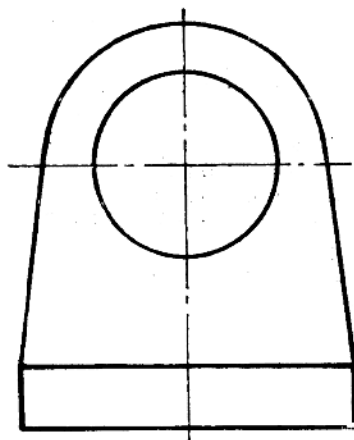

图 1-1
- (3) 绘制图框线示范。
- (4) 丁字尺与三角板结合使用画 30° 、 60° 等方向线的示范(以画正六边形为例)。
- (5) 展示底稿图和加深后的完成图各一张,其内容最好是要求学生完成的作业内容。
- (6) 以图1-1为例说明对称图形和圆、圆弧的画法。即画对称图形时一定要先画对称中心线,用它确定图形位置,以便于绘制整个图形;用分规以对称中心线为基准量取有关尺寸的方法;画圆时一定要先画中心线,加深圆弧前一定要先标出切点,这样才能得到光滑的圆弧连接。